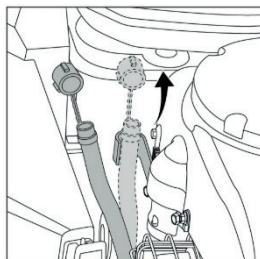

FIG.30A
3. LOCALICE EL MANGUITO DE DRENAJE DE ACEITE Y TIRE DE ÉL HACIA ABAJO PARA EXTRAERLO. (FIG.30A)